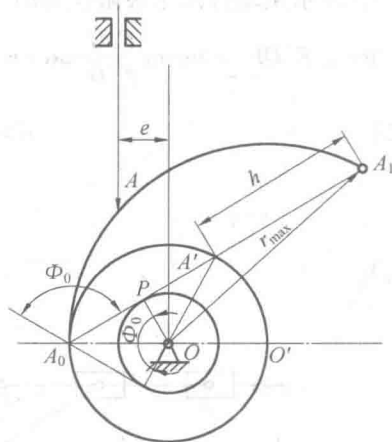

图 18
(3) (5 分) 画图(图 18)标出机构推程运动角 ϕ_0 及行程 h , 并求出 h 的大小。 ϕ_0 和 h_0 如图所示。(ϕ_0 标在两处均可以)